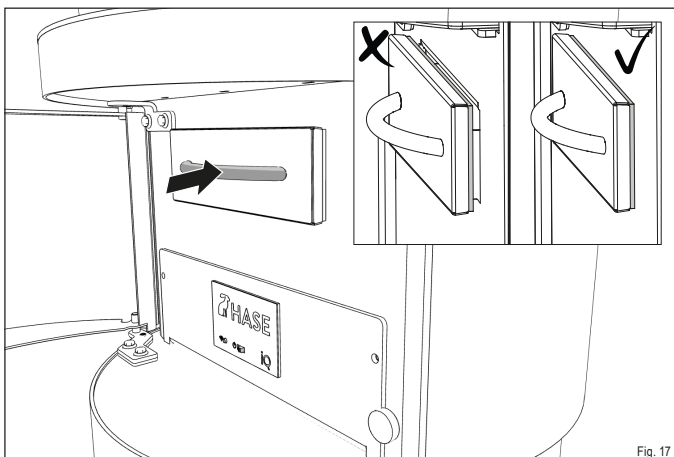

Fig. 17
Lorsque vous insérez le bac à cendres, veillez à ce que le joint soit plaqué (Fig. 17). Ainsi, le processus de combustion n'est pas perturbé par de l'air parasite.
- ✓ Faites glisser le bac à cendres dans l'ouverture de manière à ce qu'il soit hermétiquement fermé (Fig. 17).
- ▶ Faites glisser le bac à cendres dans l'ouverture (Fig. 17).